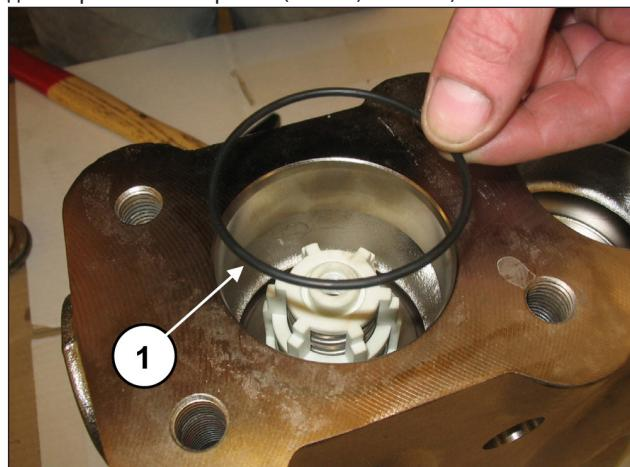

Рис. 123
Вставьте уплотнительное кольцо, поз. №17 на деталировочном чертеже (поз. ①, Рис. 123).